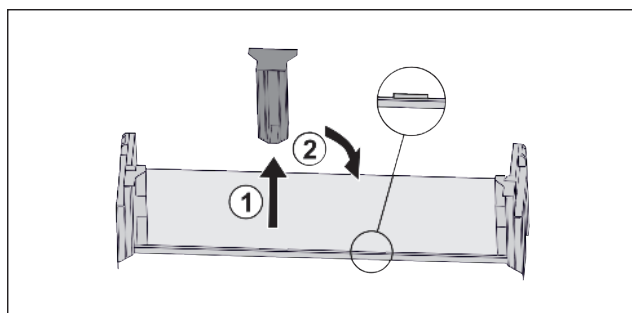

Fig. 16
- ▶ Wyciągnąć środkowy element trzymający Fig. 16 (1).
- ▶ Włożyć środkowy element trzymający na środkowej pozycji Fig. 16 (2).